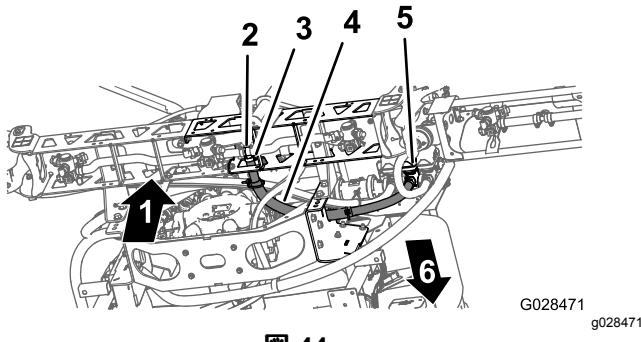

図 44
- センターブームのホースを図44のように配置する。
- センターブームについているT字フィッティングのバーブ部分にブームホースを接続し、ホースクランプでホースを固定する(図44)。